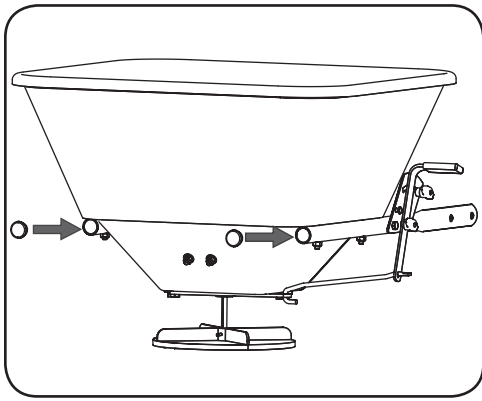

Figure 1-11
12. Insérez les bouchons dans les extrémités arrière des tubes du châssis. Voir Figure 1-11.